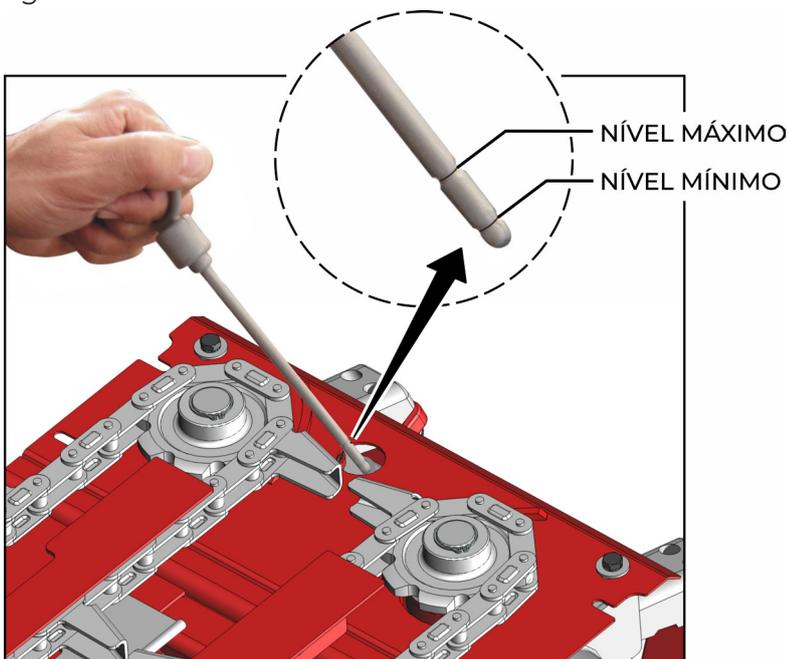

fig. 12
3. Se necessário, reponha a quantia de óleo suficiente para que o nível fique dentro do mínimo e máximo indicado na vareta (fig. 12);